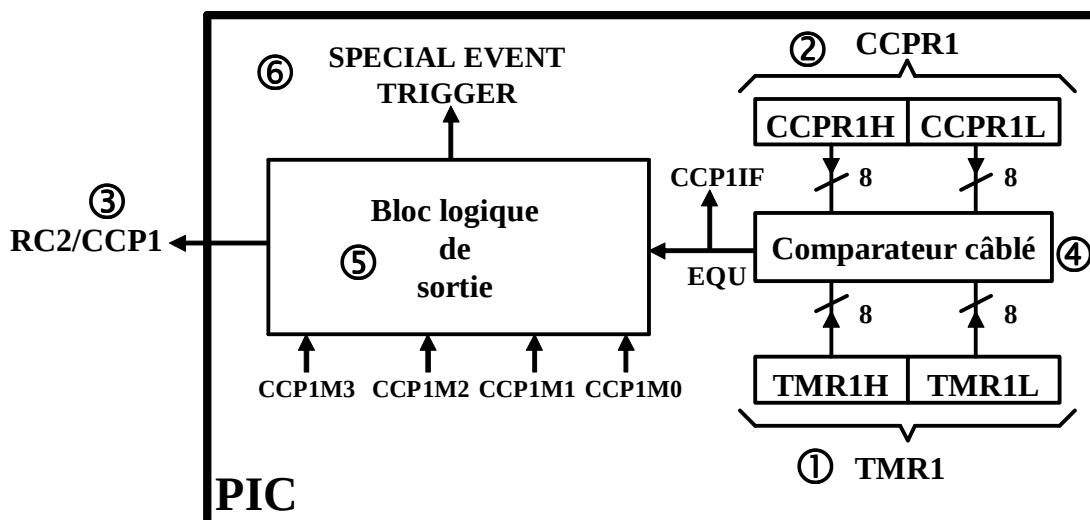

Figure VIII.101.
Le synoptique simplifié de l'une ou l'autre de la fonction compare (dans **CCP1** ou **CCP2**) est le quasiment le même (sauf pour le mode **SPECIAL EVENT TRIGGER** comme on l'a dit précédemment). Il est donné sur la figure VIII.101. pour le module **CCP1**.
Il est temps de dire quelques mots sur la partie ⑥ du schéma de la figure VIII.101. permettant de générer un signal **SPECIAL EVENT TRIGGER**.
La signification de ces bits a été expliquée sur la figure VIII.101. précédente et est résumée sur la figure VIII.103.